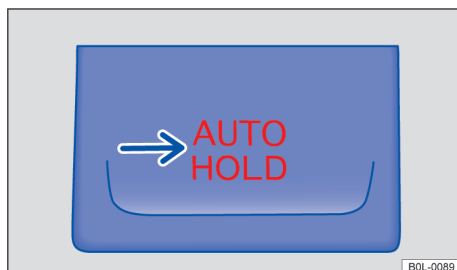

图 101 在中控台中：自动定车按钮
当按钮  → 图 101 中的指示灯点亮红色且组合仪表显示屏中的指示灯  点亮绿色时，自动定车功能（Auto Hold）激活。
- 按压按钮  → 。按钮  → 图 101 中的指示灯点亮红色。自动定车功能（Auto Hold）已准备就绪，但未必一定可保持车辆静止 → .